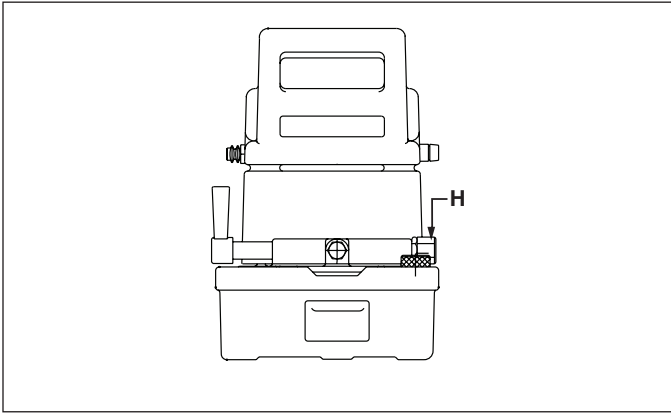

Abbildung 10
6.1 Ändern der Einstellung des Druckentlastungsventils (Abbildung 10)